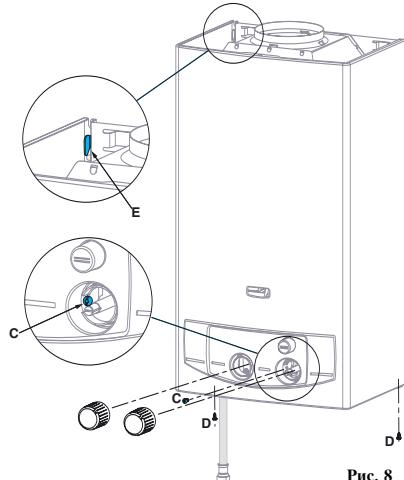

Рис. 8
- Отверните винт С крепления фальшпанели (находится под рукояткой регулятора температуры) (рис. 8)
- Отверните 2 винта D крепления передней панели (рис. 8)
- Приложите переднюю панель к аппарату (рис. 8)
- Установите на место рукоятки регулировки подачи газа ⑳ и температурного реле ㉑.